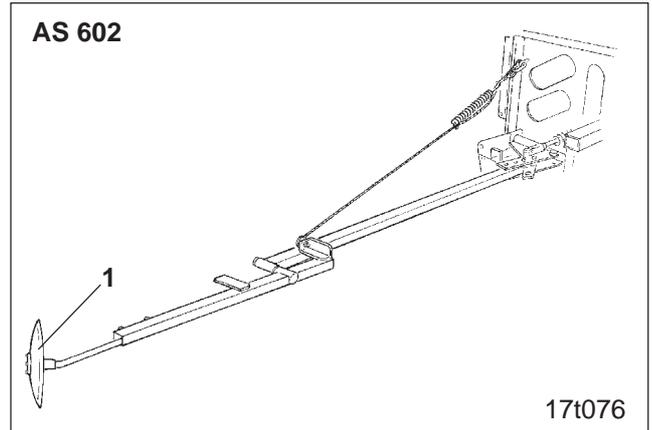
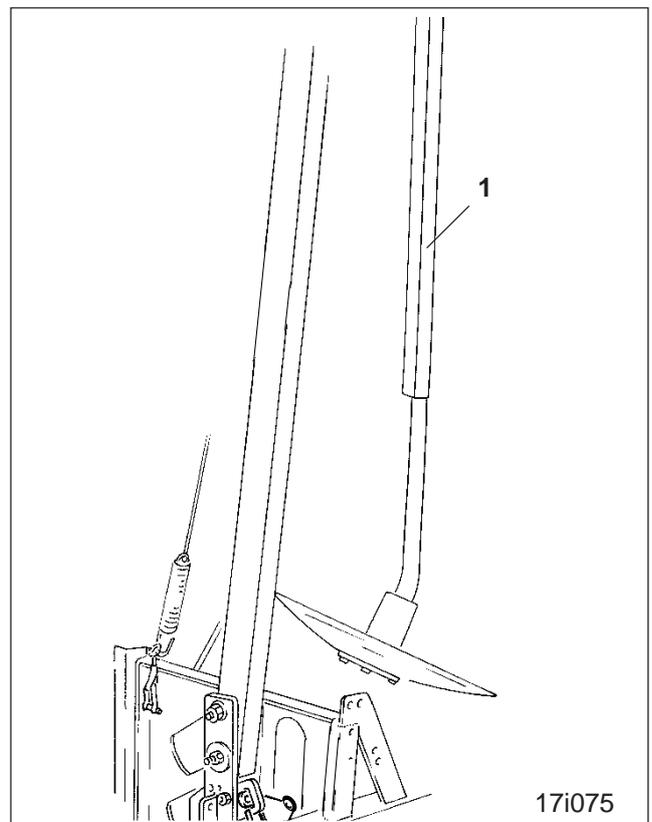

Fig. 24.1
Fig. 24.2
Die Maschine ist mit zwei hydr. betätigten Spuranreißern (Fig. 24.1) zum Markieren einer Spur in Schleppermitte ausgerüstet. Nach dem Wenden am Feldende fährt der Schlepper bei der Anschlussfahrt mittig auf der markierten Spur.
Die Spur wird während der Aussaat von einer Spuranreißerscheibe (Fig. 24.1/1) markiert.
Nach dem Wenden am Feldende wird der Spuranreißer (Fig. 24.2) angehoben und der gegenüberliegende Spuranreißer kommt zum Einsatz.
- am Feldende von Transportstellung (Fig. 24.2) in Arbeitsstellung (Fig. 24.1) oder umgekehrt gebracht